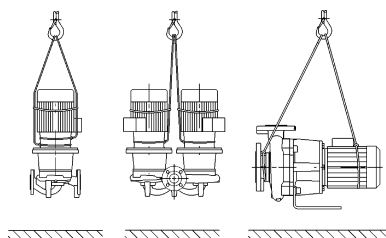

Fig. 7: Transport pumpe
- Transportne ušice na motoru služe samo za vođenje prilikom prihvata tereta (Fig. 7).